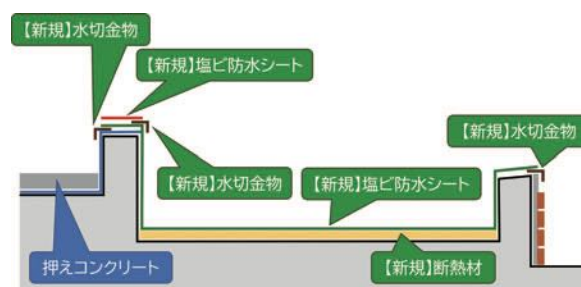

図2 修繕後
た。次に切妻屋根側天端に水切金物を新設し、ルーフバルコニー立上り天端に塩ビ防水シートを敷設しました。結果的に、取合い立上り天端は、既存の塩ビ防水シートを含め、塩ビ防水シートが三重溶着の状態となりました(図2、写真⑲・⑳)。